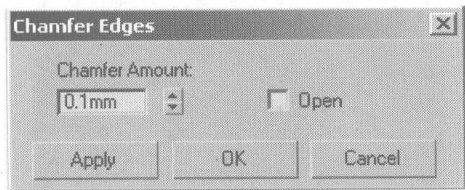

图 3.46
- 13** 同样选择下边沿边界线，在 Selection 卷展栏中单击 **Loop** 按钮，选择其循环的边界线，在 Edit Edges 卷展栏中单击 **Chamfer**  右侧的小按钮，在弹出的对话框中设置边线倒角参数，如图 3.46 所示。